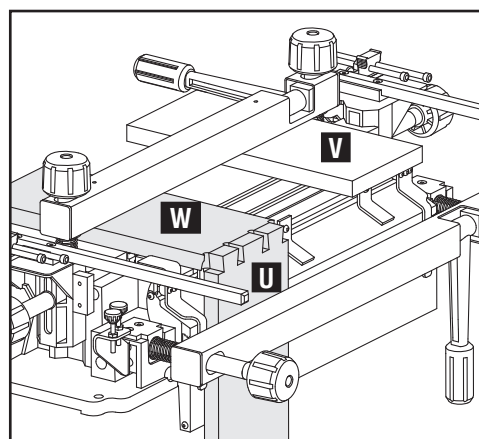

Fig. C11
Parce que les instructions pour la plupart des joints sont indiquées sur les étiquettes, du côté gauche du gabarit, le bois à scier (U) ou (W), à l'fig. C11, est habituellement illustré de façon à ce qu'il soit aligné du côté gauche du gabarit de montage.